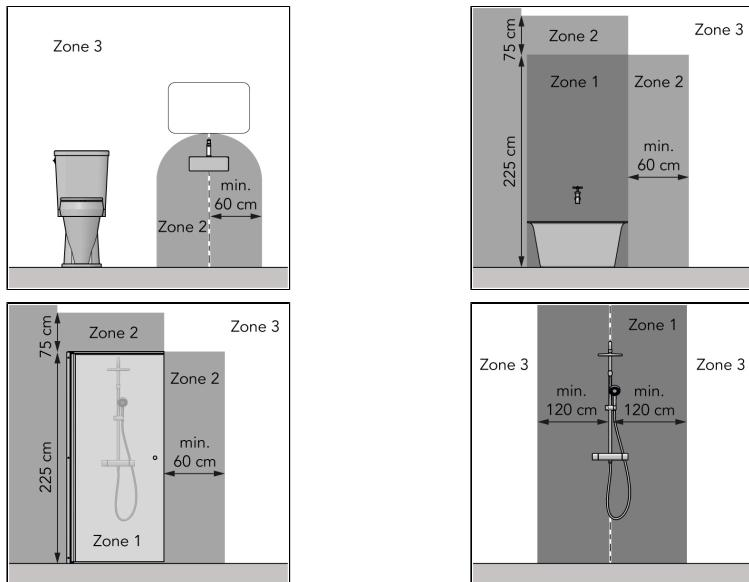

Figure 46.
- dans la zone 3 d'un cabinet de toilette ou d'une salle de bains avec baignoire, douche avec écran et douche sans écran, voir Figure 46 ;